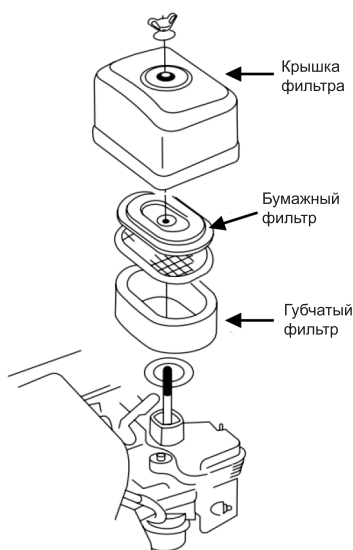

Рис. 21
8.6. Обслуживание воздушного фильтра (Рис. 21).